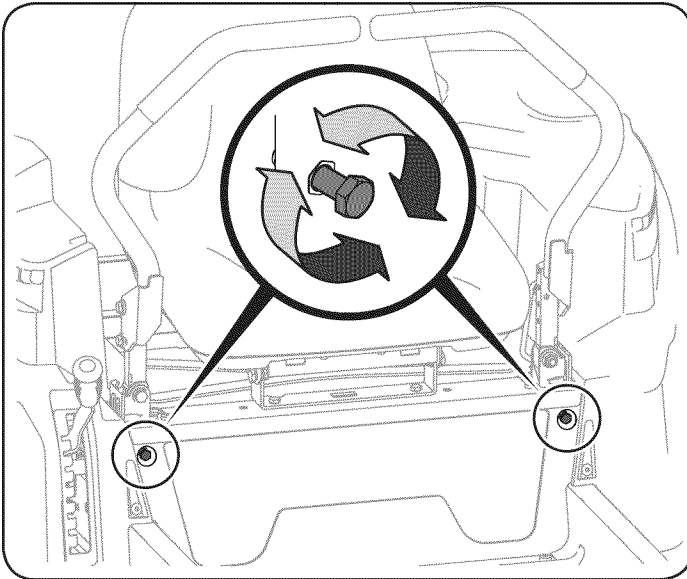

Figura 32
2. Ubique los pernos del ajuste de detención de las palancas de control de la transmisión que están en el frente del marco del asiento. Vea la Figura 32.